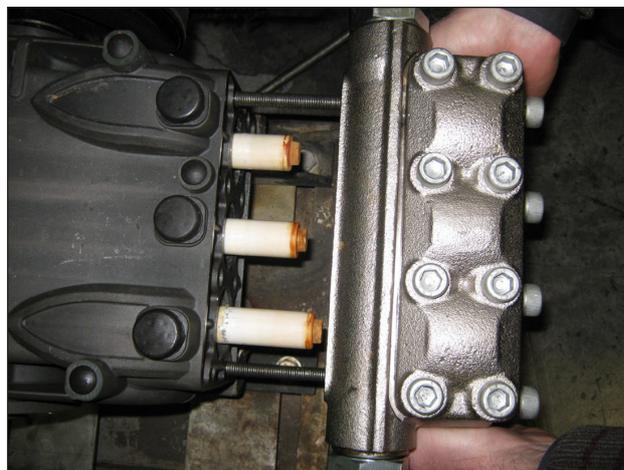

Fig. 29
- B) Lubrifier les composants ②③⑤ à la graisse silicone type OCILIS réf. 12001600 ; cette opération s'avère nécessaire afin de faciliter l'ajustement de la lèvre des joints d'étanchéité sur le piston.
1. À l'aide de deux vis - goupille de service (réf. 27726000), fixées au carter comme le montre la (Fig. 29), mettre en place la tête complète, en s'assurant qu'elle n'est centrée que sur le piston central.